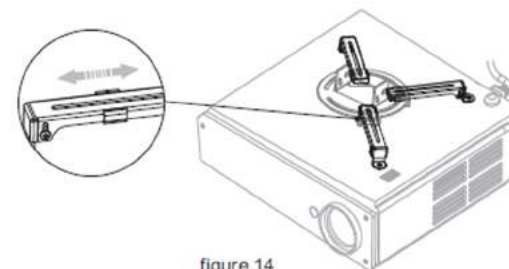

figure 14
2.) Si le vidéoprojecteur possède trois points de fixation, enlevez un bras de fixation de la plaque. Fixer les trois autres bras au vidéoprojecteur et reliez les à la plaque principale du support, la plaque principale doit être correctement centrée (figure 14).